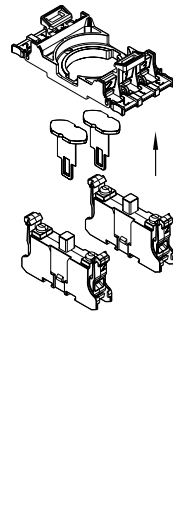

Fig. 3
- Premontere gli elementi di contatto sul portacontatti (vedere Fig. 3): per il montaggio dei componenti sono consentite soltanto le posizioni più esterne\*: